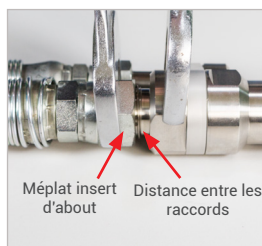

Figure 9
- ▶ Ne pas couvrir la zone entre les raccords (*Figure 9*). La pression doit pouvoir s'échapper sans entraves pendant le desserrage. Veiller à respecter une distance de sécurité suffisante par rapport au corps, au visage et aux mains lors du desserrage du raccord ➔ **Risque de blessure !**
- ▶ Desserrer le raccord du flexible de remplissage sur le raccordement « B2 » de l'insert d'about (pos. 7) du break-away. Pour ce faire, exercer une contre-pression sur le méplat SW(2) de l'insert d'about (*Figure 9*).
Attention : ne pas couvrir la zone située entre le flexible de remplissage et le break-away (*Figure 9*).